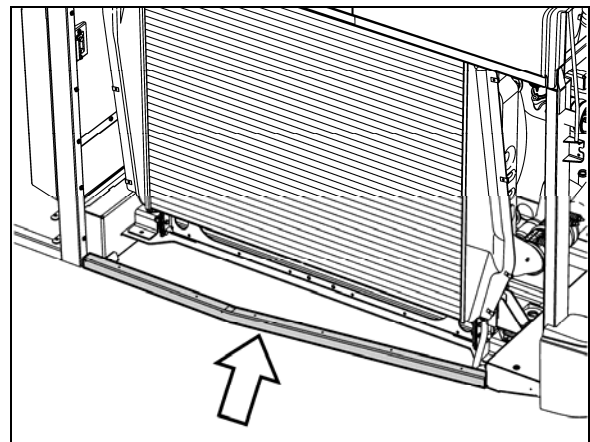

FIGURE 26 : PROTECTEUR DU TUBE DE L'ENSEMBLE RADIATEUR INFÉRIEUR
13. Démontez le protecteur du tube de la section inférieure de l'ensemble radiateur (Figure 26).